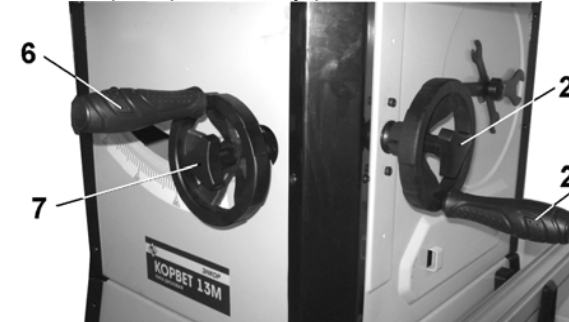

Рис. 9
8.3. Установка маховиков (Рис.9)